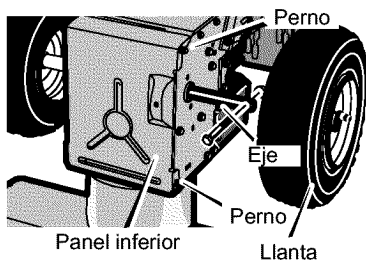

Figura 67
4. Quite los sujetadores que fijan la **llanta derecha**. Quite la **llanta derecha del eje** (Figura 67)
19. Instale el **panel inferior** (Figura 67).